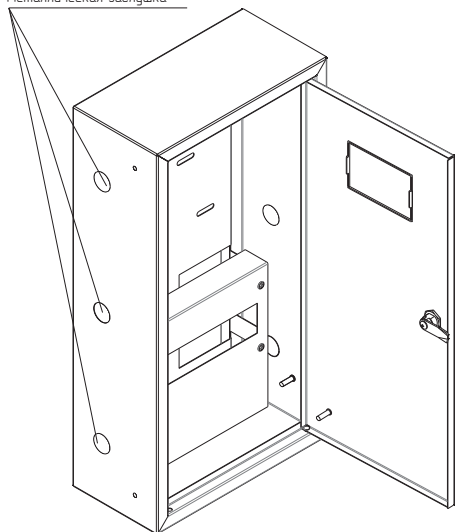

Рисунок 8
4.5.6 Удалить на левой или правой поверхности (в зависимости от того, какая будет примыкать к коробу КЭТ) заглушки отверстий или одного отверстия, если ввод и вывод проводов будет осуществляться в ЯУР/ЯУ через одно отверстие (рисунок 8).